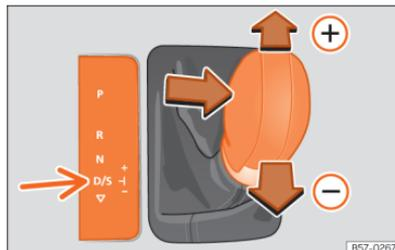

Abb. 91 Hebel in Tiptronic-Stellung.
- Drücken Sie den Hebel nach vorn (+) oder zurück (-), um hoch- oder herunterzuschalten >>> (Abb. 91).